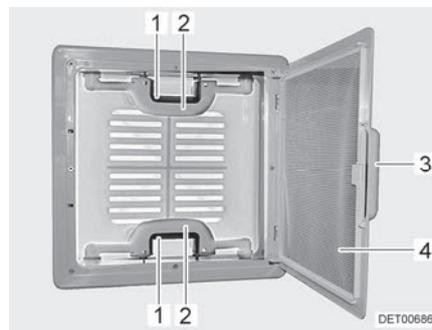

Fig. 50 Claraboya con cierre de resorte
- Tirar del tirador (Fig. 50,3).
- Plegar hacia abajo la protección contra insectos (Fig. 50,4).
- Presionar el cierre de resorte (Fig. 50,1) hacia el lado interior de la claraboya. Presionar simultáneamente hacia arriba la claraboya con el tirador (Fig. 50,2).
- Plegar hacia arriba la protección contra insectos (Fig. 50,4) hasta que engatille.
- Tirar la claraboya enérgicamente hacia abajo por los dos tiradores (Fig. 50,2), hasta que los dos cierres de resorte (Fig. 50,1) hayan engatillado.